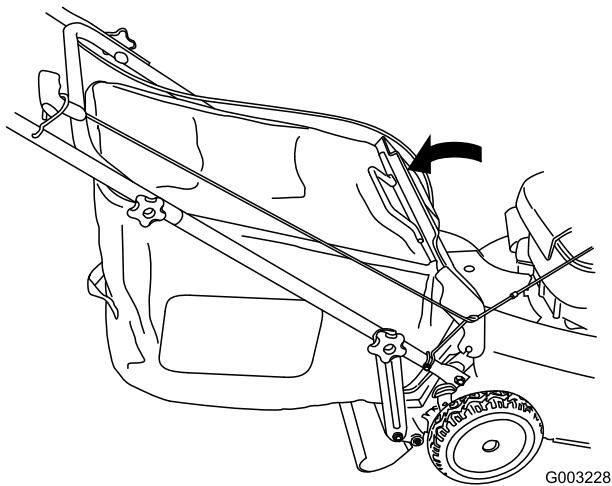

Figure 37
5. Abaissez le volet arrière (Figure 37).